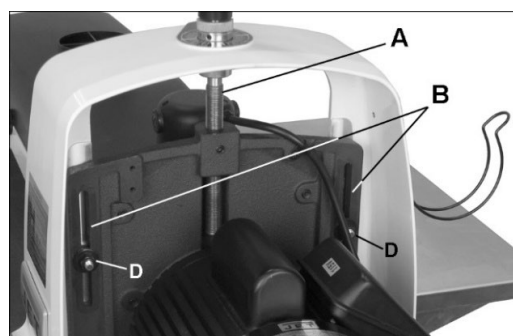

Abb. 10-1 Schmierstellen
- Die Höhenspindel (A, Abb. 10-1) gelegentlich schmieren.
- Die Gleitbereiche der Motorplatte (B, Abb. 10-1) sauber halten.
Ziehen Sie alle 4 selbstsichernden Muttern (D, Abb. 10-1) an der Motorplatte fest und lösen Sie sie nachher 1/8 bis 1/4 Umdrehung.